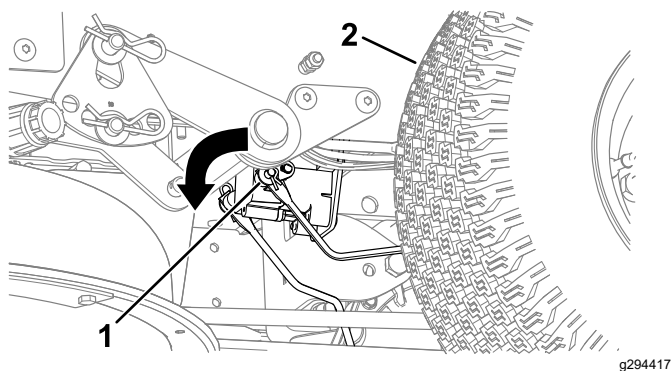

Figure 54
3. Localisez l'arbre sur le frein électrique au point de connexion des bras de liaison (Figure 54).